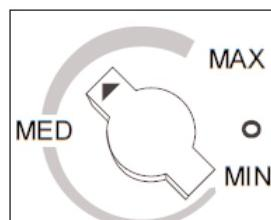

Fig. 1
• Lorsque le refroidissement maximum est atteint, placez l'aiguille du bouton de commande de la temp. à la position de 2 heures sur le cadran gradué (voir la Fig. 1).